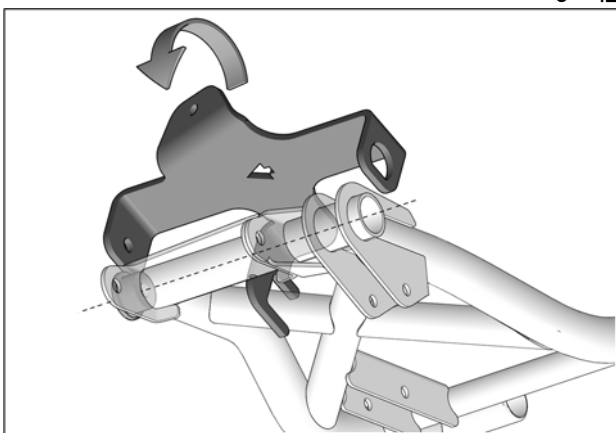

Fig. 6
6. Pivoter l'avant de l'ancrage vers le haut et aligner les trous de fixation de l'ancrage aux trous présents dans le bras de suspension. Voir la Fig. 6